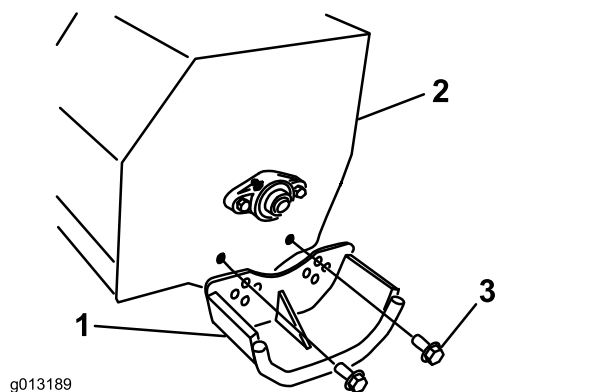

Bild 7
3. Entfernen Sie die Schrauben, mit denen die Kufen am Gehäuse befestigt sind (Bild 7).
4. Positionieren Sie die Kufen auf beiden Seiten gleichmäßig und befestigen Sie diese mit den Schrauben (Bild 7).